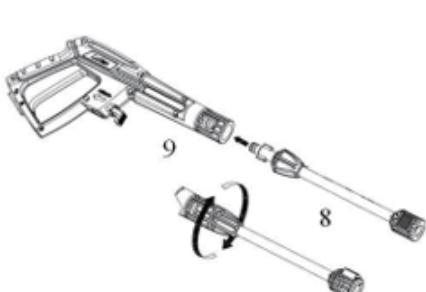

Fig.1
- Insérez le tube de rallonge (8) dans le pistolet haute pression (9). Appuyez sur le tube de rallonge (8) et tournez-le dans le sens des aiguilles d'une montre sur le pistolet haute pression (9) jusqu'à ce qu'il soit serré à la main pour le verrouiller. Si les pièces sont correctement assemblées, vous ne pouvez pas séparer les deux composants en tirant
simplement sur le pistolet haute pression (9). Installez la buse de nettoyage de la même manière, en fonction de l'accessoire le mieux adapté à la surface à nettoyer. Un seul accessoire peut être inséré dans le pistolet haute pression à la fois. Tous les accessoires doivent être correctement insérés dans le pistolet haute pression (fig. 1).